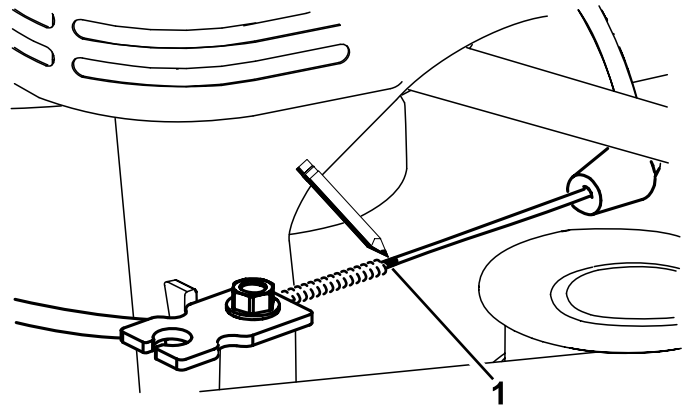
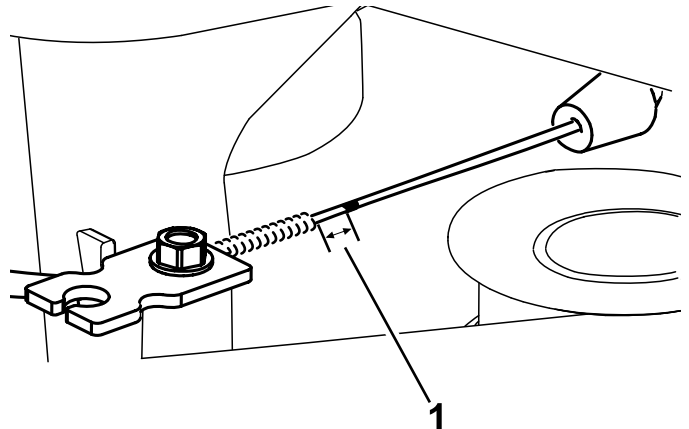

Bild 47
Bild 48
7. Markieren Sie den Bremszug (**Bild 47**) und stellen Sie dann den Mantel ein, bis das Spiel ca. 3 mm ist (**Bild 48**).